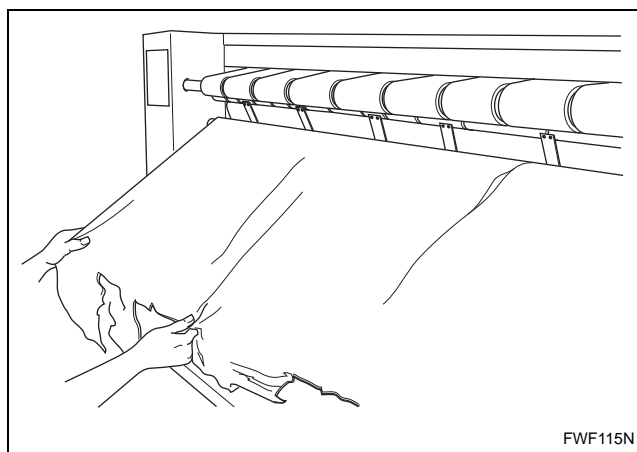

Figura 14
e. Remova completamente o papel de proteção. Consulte *Figura 14*.